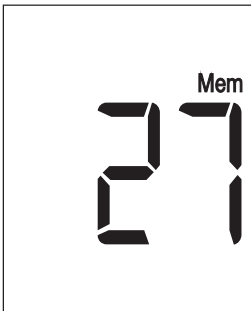
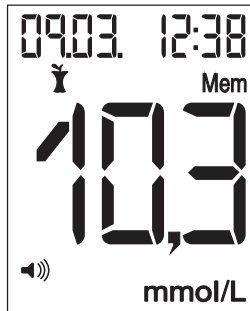

Bild 1
Bild 2
- 2 Das Anfangs-Display wird kurz angezeigt. „Mem“ und die Anzahl der gespeicherten Blutzuckertests werden kurz angezeigt (Bild 1). Danach wechselt die Anzeige zu den hinterlegten Speicherwerten mit Messeinheit, Datum, Uhrzeit, „Mem“ und evtl. vorhandener Messwert-Markierung. (Bild 2).